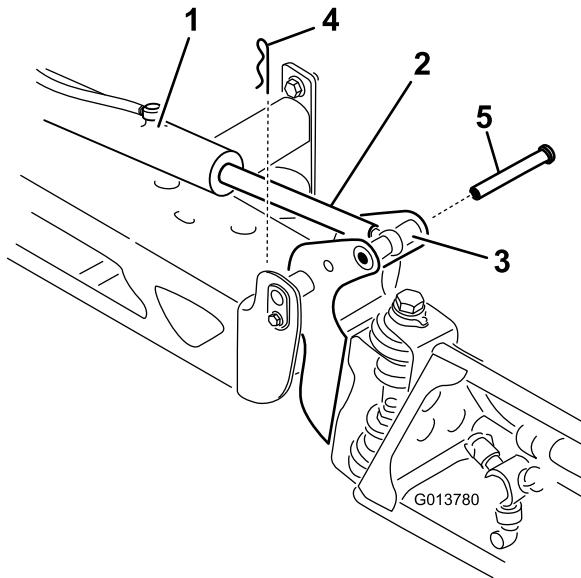

Bild 62
2. Nehmen Sie die Splint vom Lastösenbolzen ab (Bild 62).
3. Heben Sie den Abschnitt an und nehmen Sie den Lastösenbolzen ab, senken Sie den Abschnitt dann langsam auf den Boden ab (Bild 62).
7. Stützen Sie den Sprühabschnitt ab und stecken Sie den Lastösenbolzen durch das Auslegerscharnier und die Aktuatorstange (Bild 62).